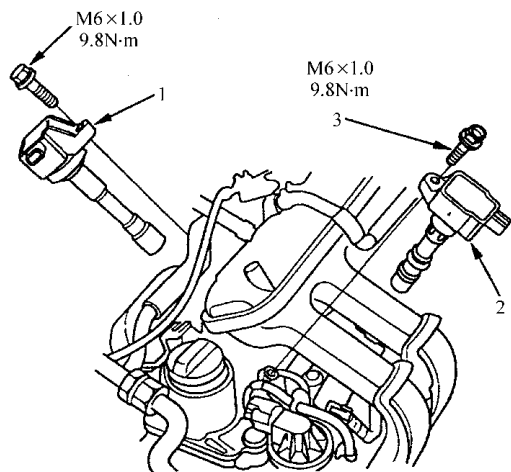

图 9-33 拆卸前、后点火线圈
3) 断开点火线圈插接器, 然后, 如图 9-33 所示, 拆卸前点火线圈和后点火线圈。